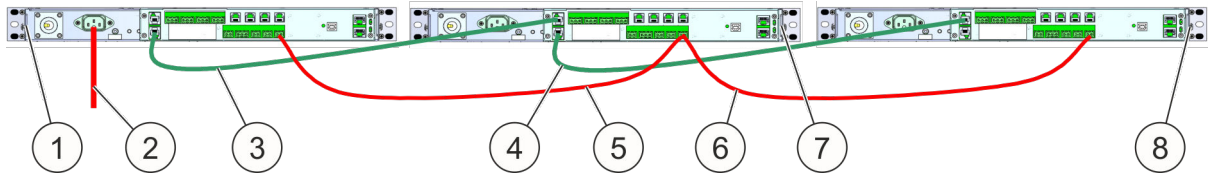

Abb. 58: Energieversorgung und Datenleitung
1. ➤ Netzversorgung (Abb. 58/2) von 100 – 240 V AC am Master (Abb. 58/1) anschließen.
2. ➤ Spannungsversorgung (Abb. 58/5) zwischen Master und erstem Slave (Abb. 58/7) herstellen. Siehe auch ↪ Kapitel 5.3.7 „Spannungsversorgung“ auf Seite 35.
3. ➤ Spannungsversorgung (Abb. 58/6) zwischen erstem Slave und nächstem Slave (Abb. 58/8) herstellen.
5. ➤ CAN-Bus-Verbindungskabel (Master/Slave) (Abb. 58/3) zwischen Master und erstem Slave anschließen.
6. → CAN-Bus-Verbindungskabel (Master/Slave) (Abb. 58/4) zwischen erstem Slave und nächstem Slave anschließen.